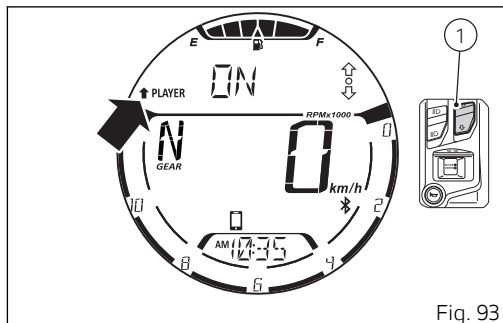

Fig. 93
Si el reproductor de música antes estaba activo (ON) y se ha abandonado el control para pasar a otras funciones, para volver a activar los controles del reproductor de música es preciso visualizar en el menú la función "Gestión del reproductor de música (PLAYER)" y presionar durante 2 segundos el pulsador (1) (Fig. 93).